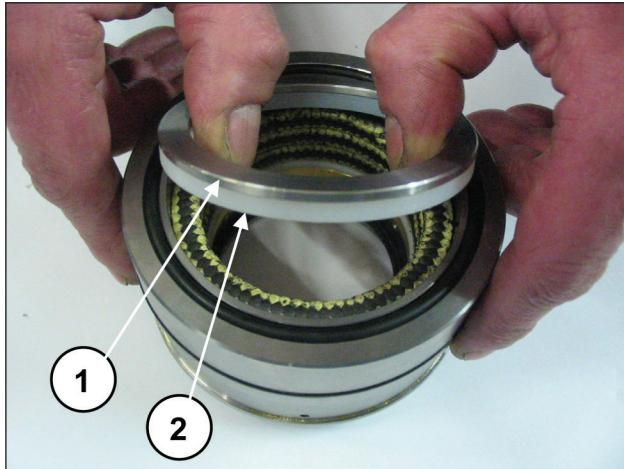
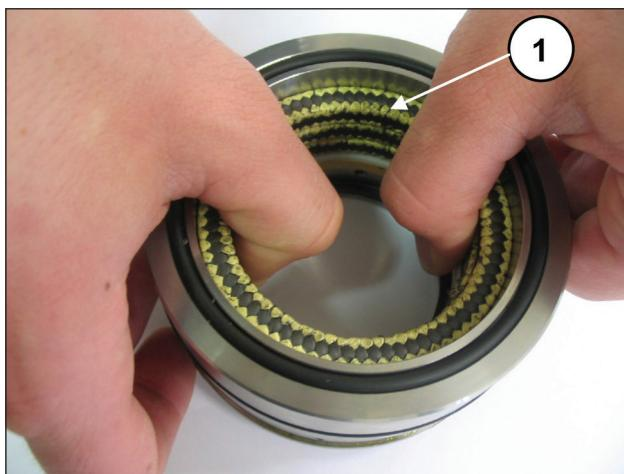

Fig. 166
Fig. 167
Séparer le support des joints de la chemise, déposer l'anneau pour ressort et le segment racleur (rep. ①②, Fig. 166) pour accéder aux joints de pression (rep. ①, Fig. 167).